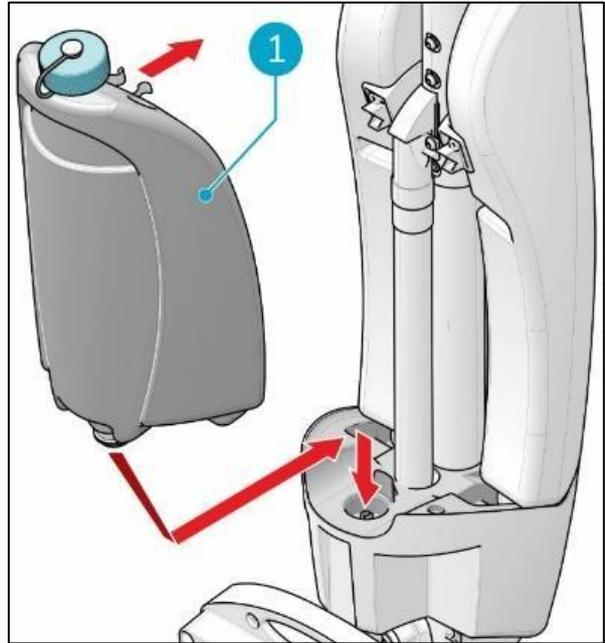

Figura 13
5. Posizionare il serbatoio con la valvola per primo sull'i-mop XL basic (Figura 13, Pos. 1).